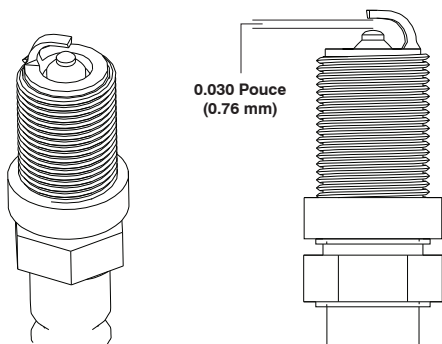

Figure 32
18. Définir le jeu de la bougie sur 0,030 po (0,76 mm) (Figure 32).